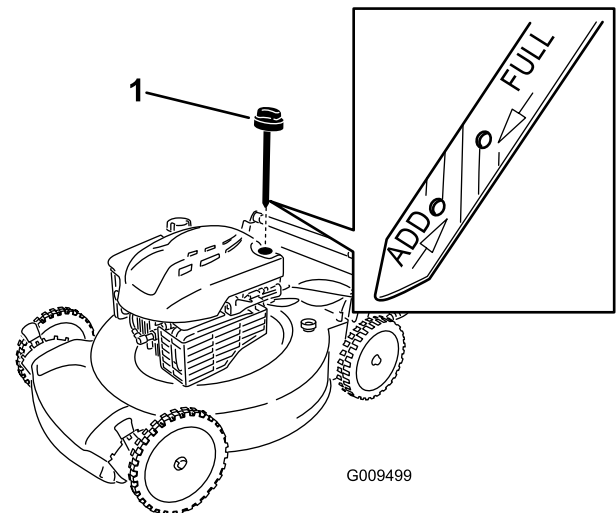

Figura 9
1. Retire la varilla, límpiela, y vuelva a colocarla (Figura 9).
2. Retire la varilla y compruebe el nivel de aceite (Figura 9). Si el nivel de aceite está por debajo de la marca "Add" de la varilla, vierta **lentamente** aceite en el tubo de llenado hasta que el nivel llegue a la marca "Full" de la varilla. Después de añadir aceite, espere 3 minutos antes de comprobar el nivel de aceite con la varilla. **No llene demasiado.**